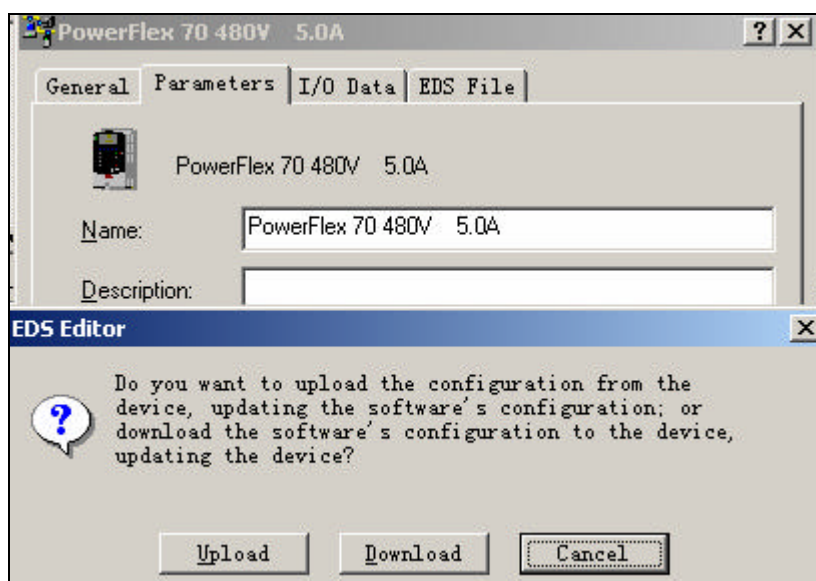

图 4-16 上载变频器的参数
11. 双击 PowerFlex70 图标，弹出如下对话框，点击 Upload 上载变频器参数，如图 4-16 所示。